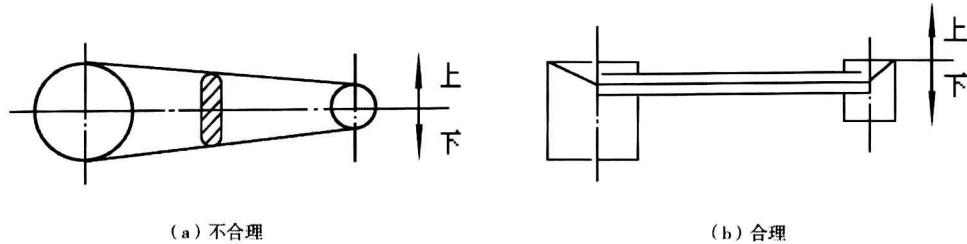

图 2-9 分型面的选择应能减少错箱
(3) 应使铸件的全部或大部分在同一砂型内,以减少错箱和提高铸件精度,如图 2-9 所示。